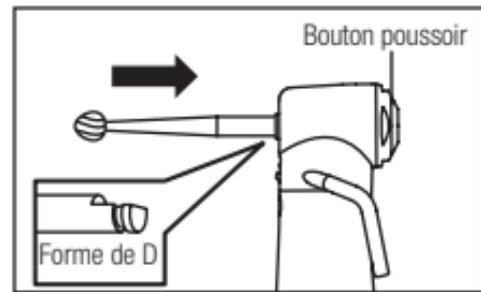

Fig. 2
- 1) Insérez la fraise jusqu'à ce qu'elle soit bien en place (Fig. 2).